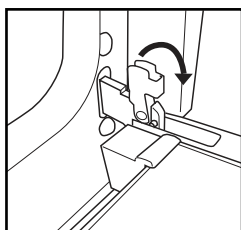

Fig. 1
2. Løft opp de to stopperne og trykk dem forover så langt de går (Fig. 1).